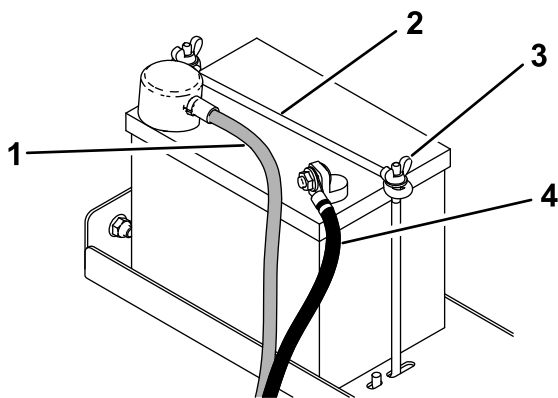

Figura 32
3. Retire el cable negativo de la batería (Figura 32).
4. Retire el cable positivo de la batería (Figura 32).
1. Coloque la batería sobre la plataforma y sujétela con las 2 tuercas de orejeta y la varilla de seguridad (Figura 32).
2. Conecte el cable positivo de la batería a la batería (Figura 32).
3. Conecte el cable negativo de la batería a la batería (Figura 32).